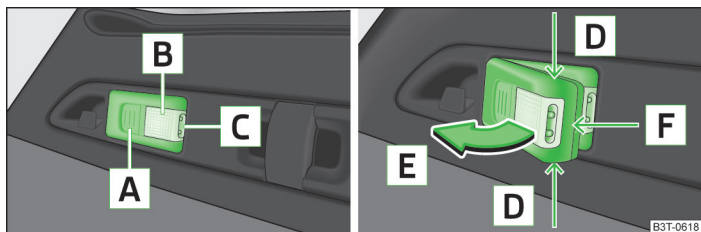

Fig. 41 Lampa cu posibilitate de demontare
- Dacă nu stingeți lampa și o așezați corect în suport, lămpile din partea din față **C** » fig. 41 la pagina 58 se sting automat.
- > Iluminarea portbagajului - luminează partea [B] » fig. 41 (lampa se află în suport);
- > Apucați lampa de locurile marcate cu săgeți [D] » fig. 41 la pagina 58 și scoateți-o în sensul săgeții [E].
- > Ridicați capacul acumuloarelor cu un obiect subțire, ascuțit, în locul clipsului de fixare [F] » fig. 41 la pagina 58.